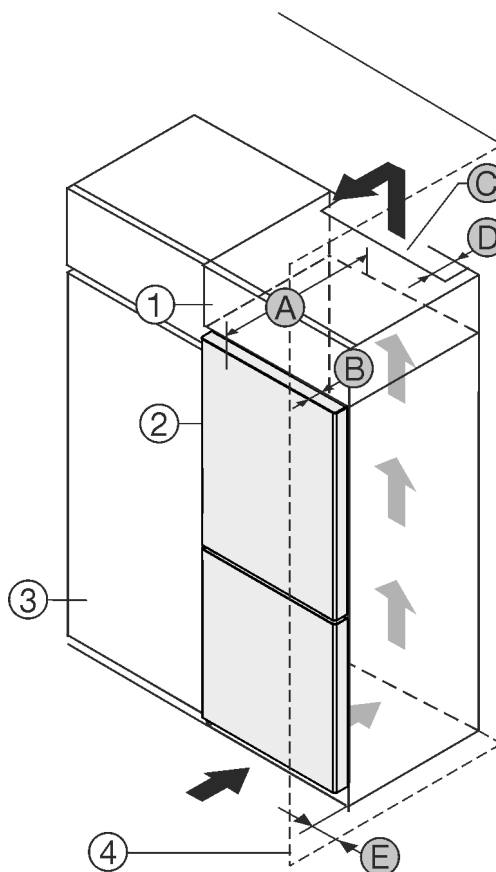

Fig. 1
Uređaj možete postaviti neposredno pored kuhinjskog ormara *Fig. 1 (3)*.*
Na stražnjoj strani visećeg ormara treba postojati otvor za odzračivanje dubine *Fig. 1 (D)* po cijeloj širini visećeg ormara.*
Ispod stropa prostorije treba poštovati ventilacijski presjek *Fig. 1 (C)*.*
Kada se uređaj postavlja s okovima pored zida *Fig. 1 (4)*, razmak između uređaja i zida mora iznositi najmanje 13 mm.*
Kada se uređaj postavlja s okovima pored zida *Fig. 1 (4)*, razmak između uređaja i zida mora iznositi najmanje 20 mm.*
Kako biste vrata mogli potpuno otvoriti, uređaj mora biti za dubinu vrata *Fig. 1 (B)* ispred u odnosu na prednjicu kuhinjskog ormara. Ovisno o dubini kuhinjskih elemenata *Fig. 1 (3)* i uporabi zidnih odstoynika, uređaj može i dalje stršati.*